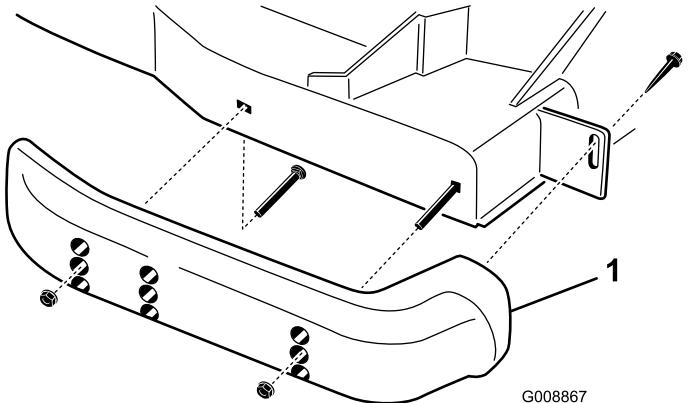

Bild 29
1. Lösen Sie die Schraube vorne an jeder Kufe (Bild 29).
1. Nehmen Sie die Bundbolzen und Muttern von jeder Kufe ab (Bild 29).